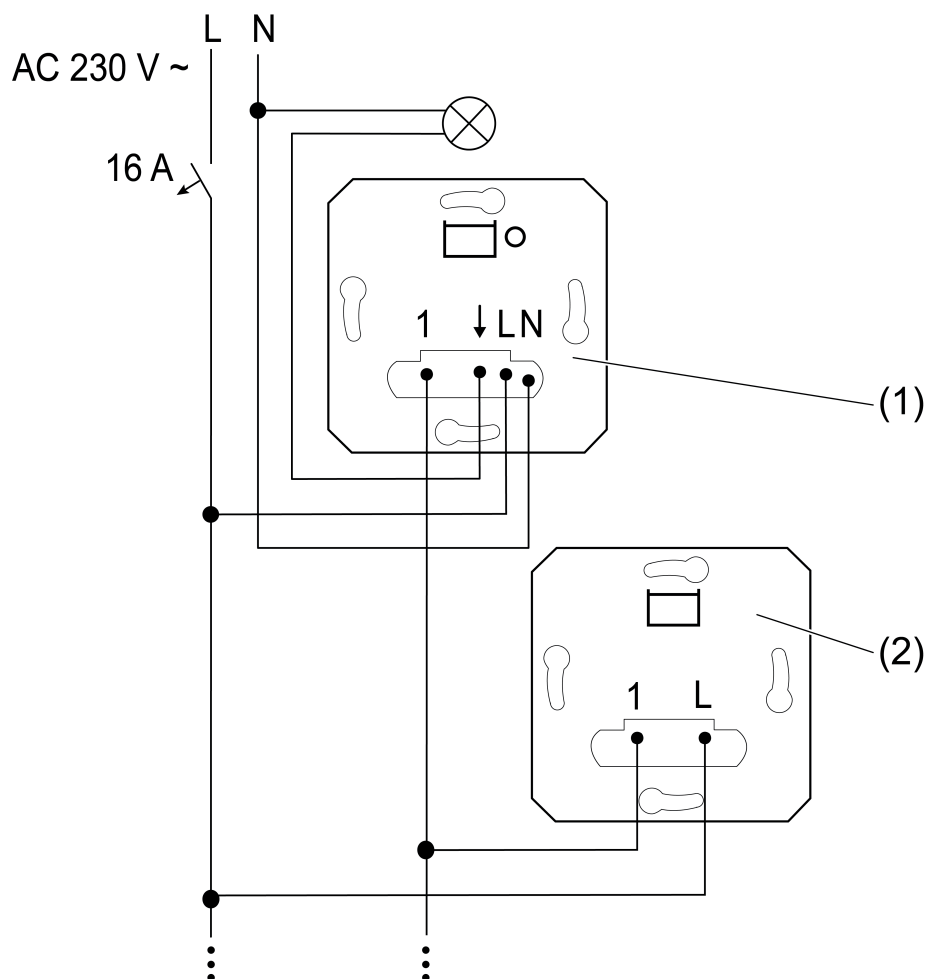
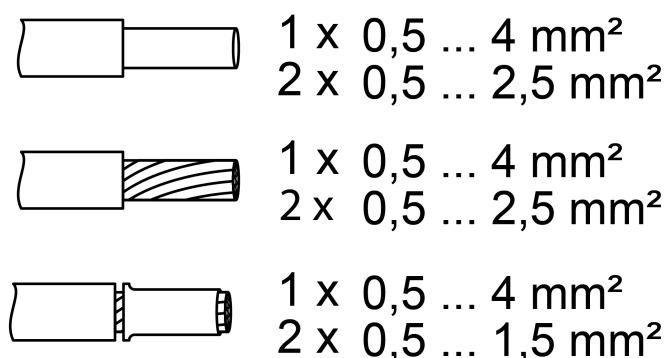

Рисунок 1: Схема подключения 2-проводных подчиненных узлов
Рисунок 2: Поперечные сечения проводов, на которые могут устанавливаться зажимы
- Подключение подчиненного узла (2) согласно схеме подключения (рисунок 1). При этом следует учитывать поперечные сечения проводов, на которые могут устанавливаться зажимы (рисунок 2).
- i** К одному главному узлу (1) можно подключить любое количество 2-проводных подчиненных узлов (2) (рисунок 1).